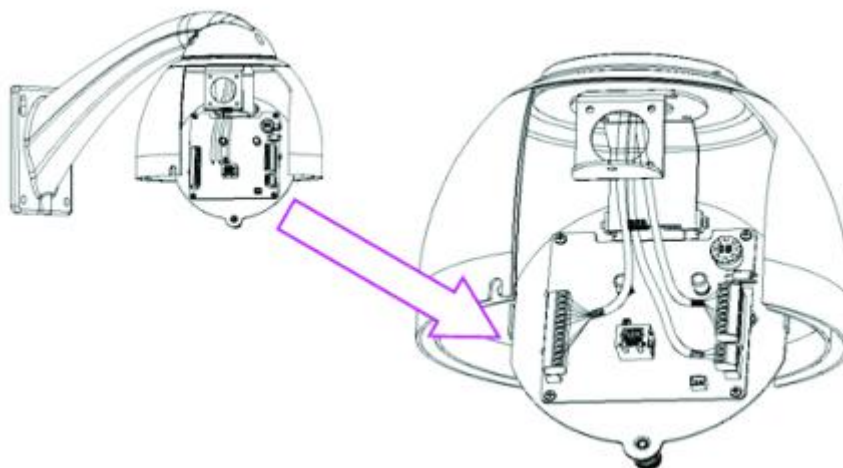

Рис. 1.3-1
- Подключение коммуникационного кабеля осуществляется в соответствующие порты, находящиеся под крышкой внутри основания камеры.(см. рис. 1.3-1)